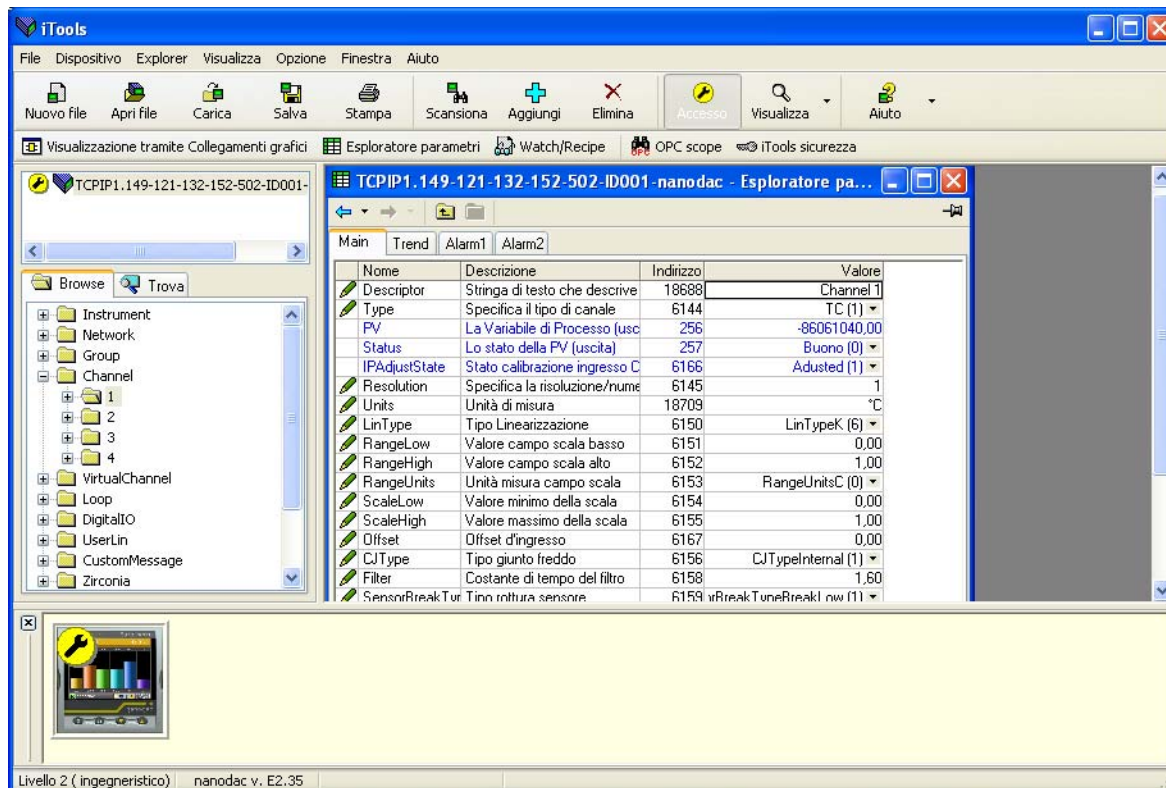
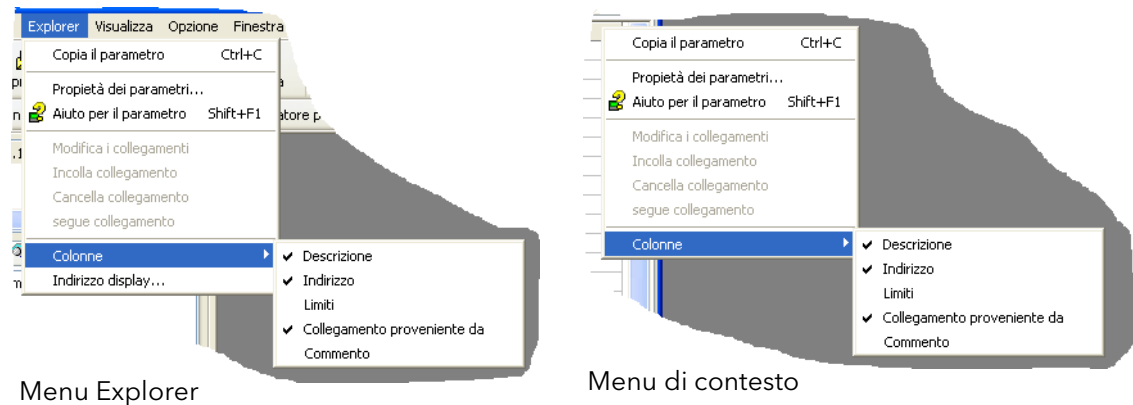

Figura 6.4a Esempio di tabella di parametri
Figura 6.4b Abilitazione/disabilitazione colonna
In ogni caso, i parametri del blocc31o funzione vengono visualizzati nella finestra di iTools in formato tabellare, come mostrato nell'esempio di figura 6.4a sotto.
La figura mostra il layout predefinito della tabella. È possibile aggiungere/eliminare colonne dalla schermata utilizzando la voce "Colonne" dell'Explorer o dei menu di contesto (Figura 6.4b).
2. Colonne. La finestra di Explorer predefinita (figura 6.4a) contiene le colonne "Nome", "Descrizione", "Indirizzo", "Valore" e "Cablato da". Come si può osservare dalla figura 6.4b, è possibile selezionare le colonne da visualizzare utilizzando il menu Explorer o il menu di contesto. Nell'esempio precedente sono stati abilitati dei "Limiti".